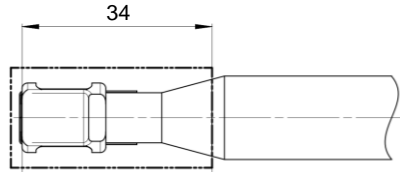

Abbildung 2-1
- Nur der Sensorkopf ist mit Parylene beschichtet (siehe Abbildung 2-1). Sie bedeckt alle vom Medium er-reichbaren Kopfoberflächen, auch innerhalb des Kammerinneren, ein-schließlich des Sensorchips und reicht bis zum Fügespalt, der durch die Einpressung des Kopfes in das Fühlerrohr entsteht.